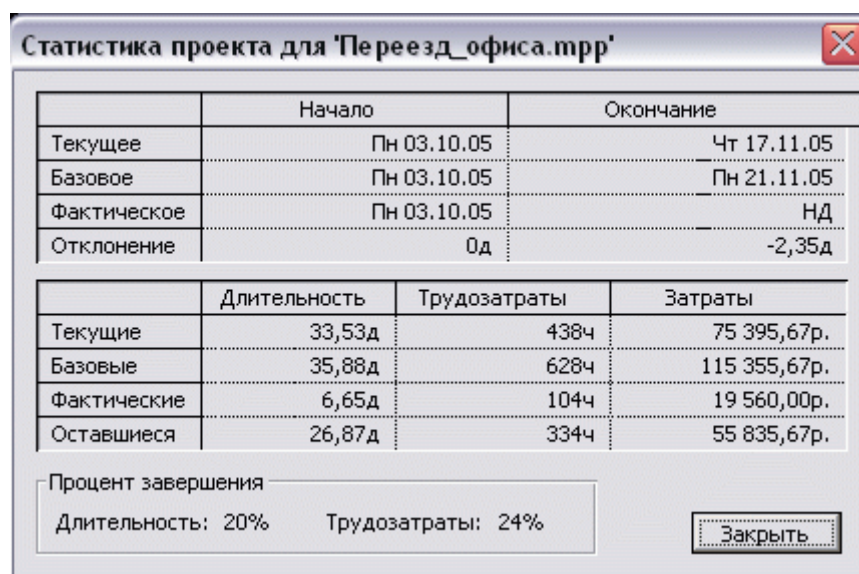

Рисунок 19. Окно *Статистика проекта*
- Щелкните по кнопке *Статистика*. На экране появится окно *Статистика проекта* (см. Рисунок 19).